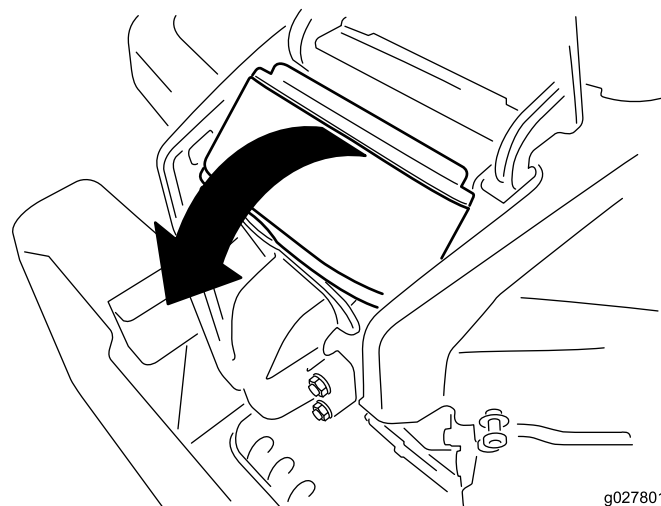

Figure 36
4. Soulevez le couvercle et faites pivoter le filtre à air hors du moteur (Figure 36).